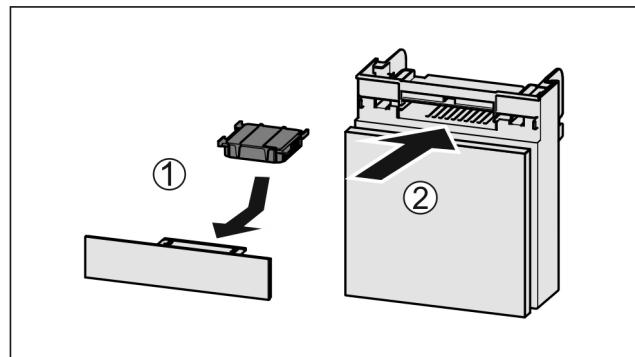

Fig. 70
- Вставити фільтр з активованого вугілля за малюнком Fig. 70 (1).
- Вставити відділення Fig. 70 (2).